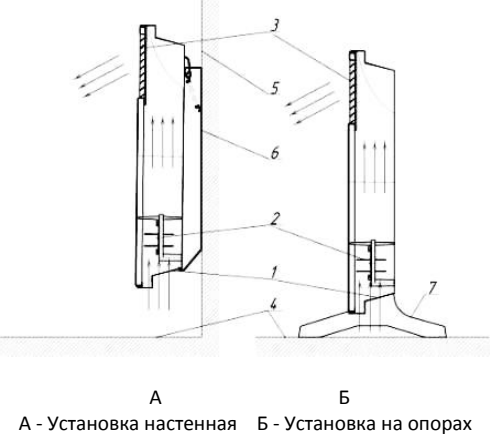

Рис.1
1.9. **Принцип работы конвектора** показан на Рис.1. Холодный воздух, который проходит через нижнюю решетку 1, нагревается нагревательным элементом 2, поднимается вверх и выходит через верхнюю решетку 3, подогревая воздух в помещении.